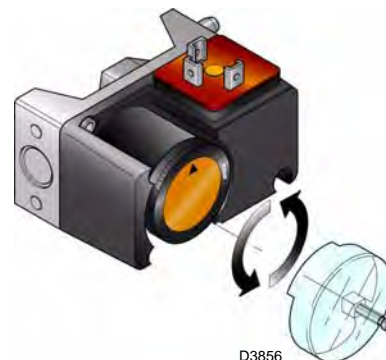

图. 26
- 将图26中的最大燃气压力开关调节到最大刻度。
在执行完上述燃烧器调整之后，可以对最高燃气压力开关进行设定。如图.26所示，先将最高燃气压力开关设置到最大刻度位置。让燃烧器工作在最大出力状态下，然后缓慢逆时针减小最高燃气压力开关的刻度，直到燃烧器报警锁定。